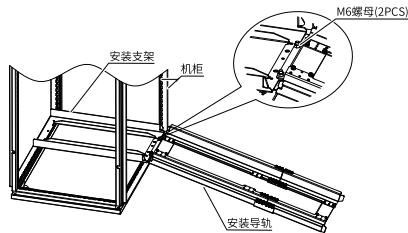

图5-9 安装导轨机柜内安装示意图
b. 将安装导轨前端的两个圆孔对准安装支架的螺杆, 用2个M6螺母锁紧, 将导轨安装到机柜上, 如第93页“图5-9”所示。